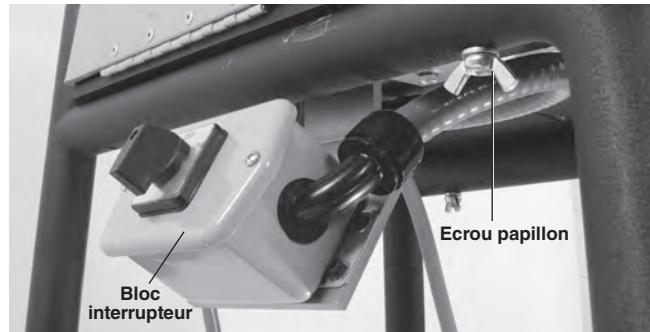

Figure 5 – Montage de la rainureuse sur chariot
4. Montez l'ensemble rainureuse/embase sur le chariot à l'aide des quatre (4) boulons de $\frac{3}{8}$ " – 16 x $2\frac{1}{2}$ ", rondelles et écrous papillon fournis (Figure 5). Positionnez délicatement le bloc interrupteur sous le rail du chariot. Il sera peut-être nécessaire de bouger les jambes du chariot pour aligner l'embase.